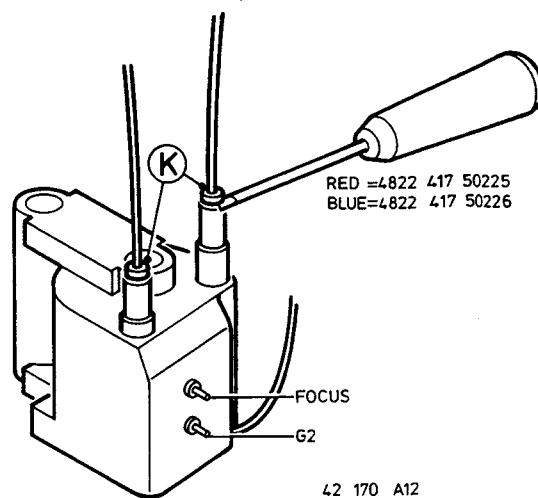

Fig. 3
2. Das Hochspannungs- und Fokuskabel lässt sich vom Horizontal-Ausgangstransformator trennen, indem mittels eines Schraubendrehers oder eines Seitenschneiders die Klemmbuchse K angehoben wird (siehe Bild 3).
Mit dem Fokuspotentiometer am Horizontal-Ausgangstransformator wird die Fokusspannung eingestellt. (Siehe Bild 3.)
Mit dem $G2$ -Potentiometer am Horizontal-Ausgangstransformator (siehe Bild 3) den Schwarzpegel auf 130V regeln.